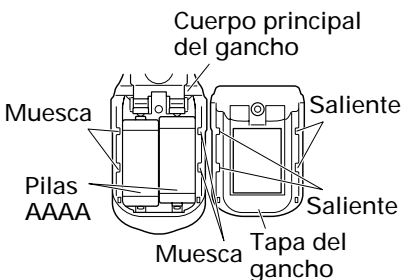

Fig. 12
(2) Retire las pilas usadas e introduzca las pilas nuevas. Alineélas con las indicaciones del gancho y posición correctamente los terminales positivo (+) y negativo (-). (Fig.12)